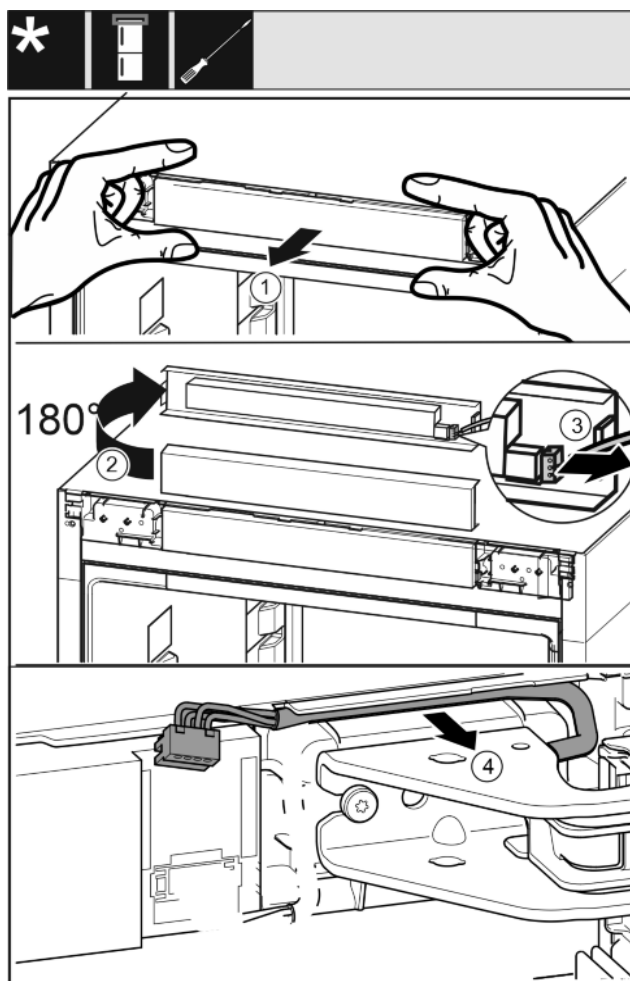

Fig. 15
- Libérer soigneusement le panneau de commande de l'appareil vers l'avant. *Fig. 15 (1)*
- Faire tourner le panneau de commande vers le haut de 180°. *Fig. 15 (2)*
- Tirer l'ergot vers l'arrière et retirer soigneusement la prise. *Fig. 15 (3)*
- Sortir délicatement du guide le câble au-dessus du support de palier. *Fig. 15 (4)*